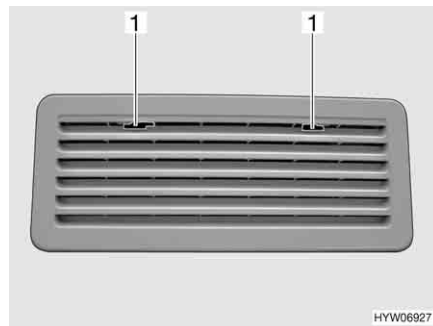

Bild 164 Kylskåpets ventilationsgaller
- Skjut spärren (Bild 164,1) till mitten.